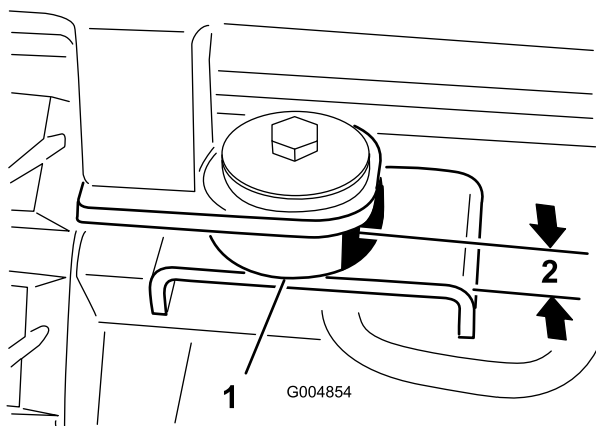

Рисунок 67
3. Установите резиновую опору кабины в передние крепежные места (Рисунок 67).